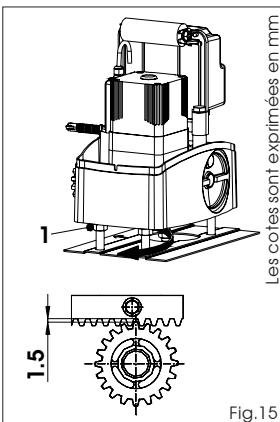

Fig.15
- À l'heure de l'installation de la crémaillère, pour garantir un engrenement correct avec le pignon, il est recommandé d'abaisser d'environ 1,5 mm (Fig. 15) la position du motoréducteur.